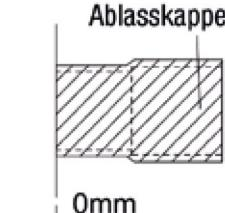

Fig. 21
10. Die nicht benutzte Tür muss ebenfalls isoliert werden. (Fig.21)